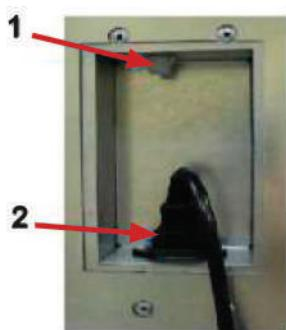

Рисунок 7
1. Разъём CAN BUS для подключения SLAVE-модулей моделей Foodbox Slave или Foodbox Slave Long, разъём подключения шнура электропитания автомата (см.рис.7).